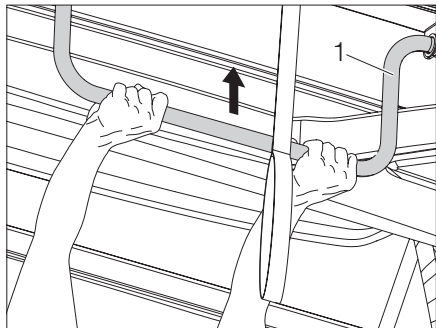

Fig. 35 Soulever le toit relevable
- ▶ Appuyer sur le toit relevable vers le haut au niveau du support (Fig. 35,1).